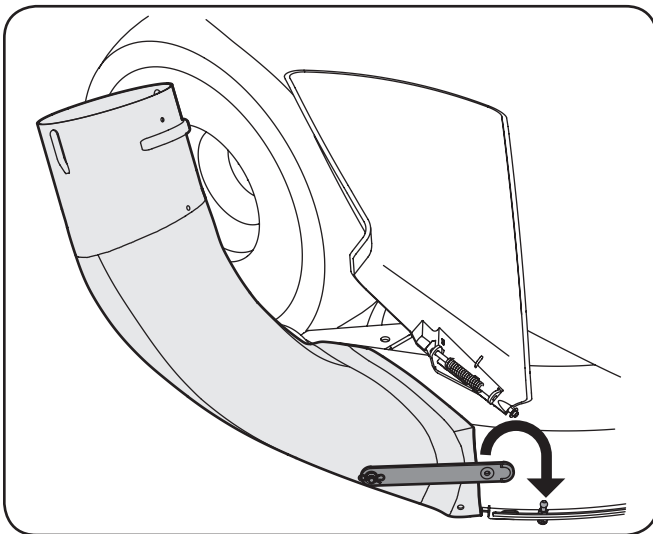

Figure 4-23
12. Fixez le coude de la goulotte de descente à la plate-forme du tracteur en accrochant la courroie de la goulotte de descente sur la goupille de queue à rotule installée plus tôt sur la plate-forme. Consultez la Figure 4-23.